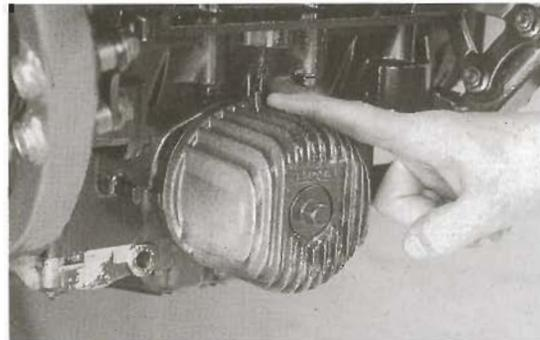

Bild 37
- 3,0 Liter Motoröl SAE 20W 40 oder 50 am Einfüllstutzen einfüllen (Bild 37).